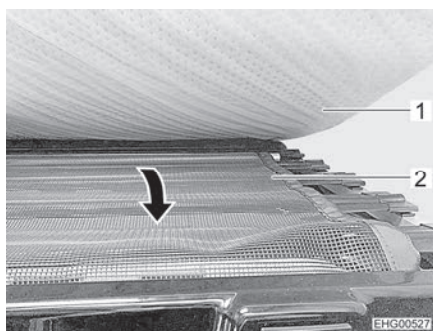

Fig. 92 Red de seguridad
- Extraer la red de seguridad (Fig. 92,2) de debajo del colchón (Fig. 92,1) y extenderla sobre el orificio de acceso.